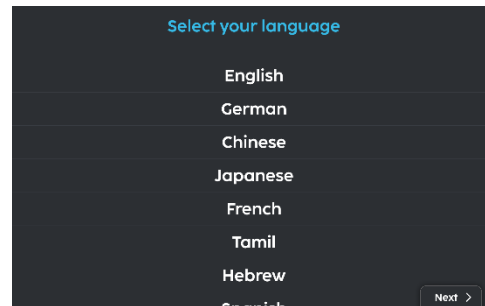

Fig. 2
2. Faites défiler vers le bas et sélectionnez votre langue (Fig. 2).